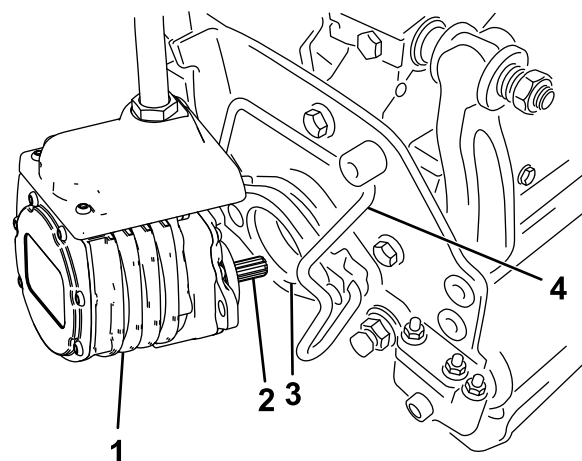

図 64
6. カuttingユニット用モータのスプラインシャフトにきれいなグリスを塗りつける 図 64。
7. モータを、カuttingユニットの左側運転席から見てに取り付け、カuttingユニットについているモータ固定バーを、モータの上から被せるようにセットし、モータの左右から「カチッ」というロック音が聞こえるまで押し下げる 図 64。